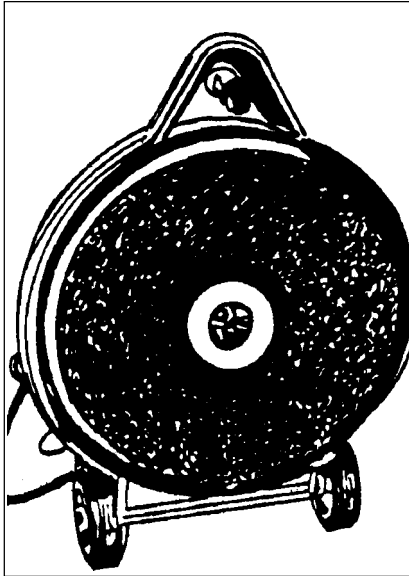

Figure 2
3. Position the handle on the floor, so that the machine is laying on its back. See Figure 2.
2. Couchier la poignée sur le sol, de façon à ce que la face inférieure de la machine soit visible. Voir figure 2.